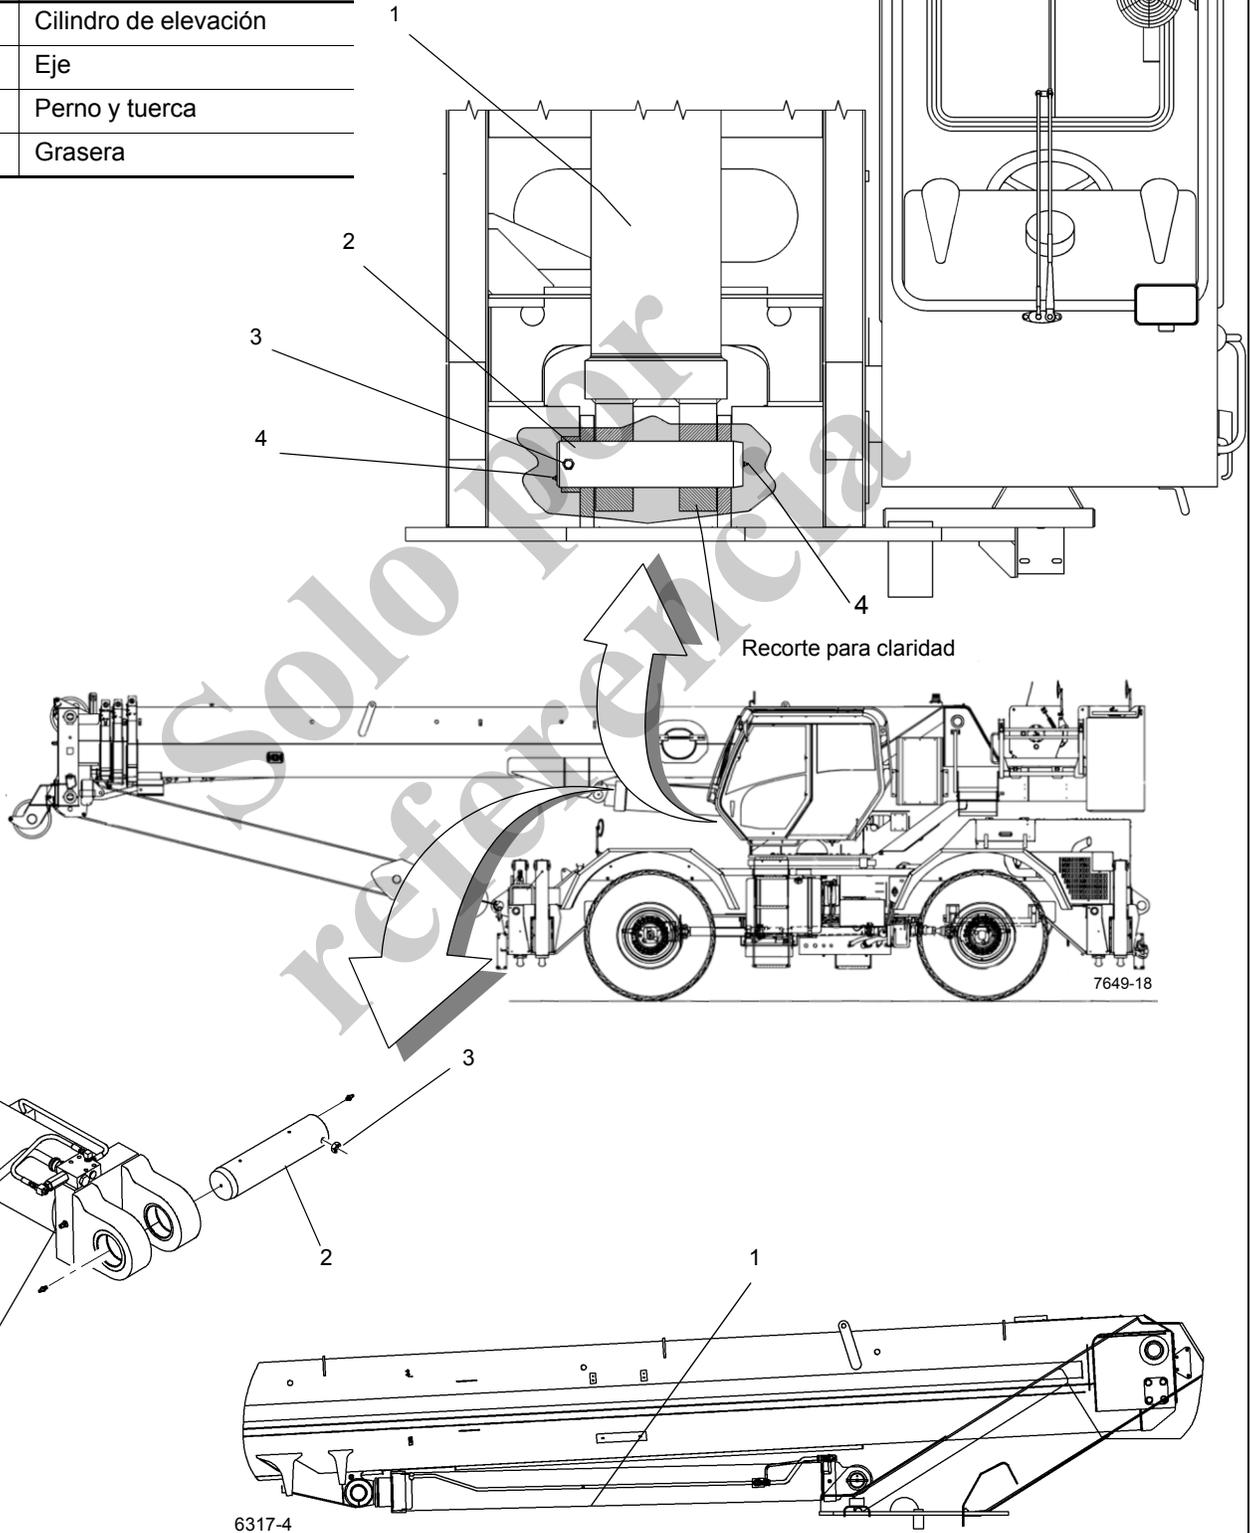

FIGURA 4-12
7. Retire los dispositivos de levante y de soporte de la pluma y de los cilindros de elevación de la pluma. Active el sistema hidráulico y revise si los cilindros de elevación funcionan correctamente y si tienen fugas. Lubrique los ejes de pivote usando las graseras. Consulte Figura 4-12.